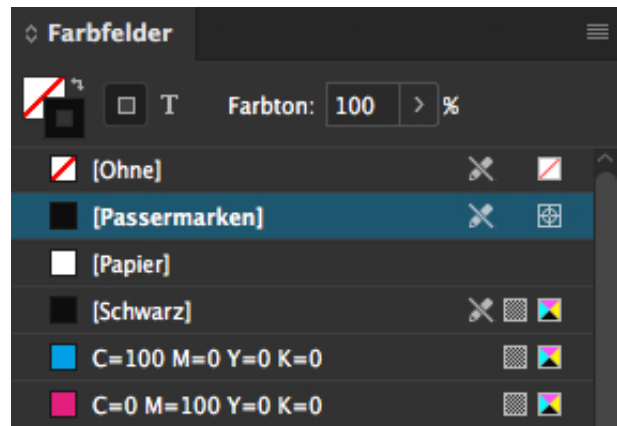

Abbildung 6
- schwarze Schrift bitte in reinem "schwarz" anlegen, nicht versehentlich das Farbfeld "Passermarken" verwenden (Abbildung 6)